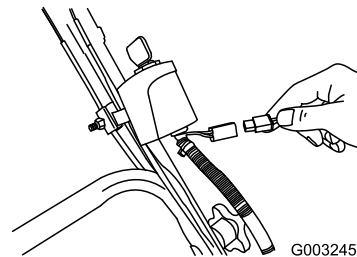

Figura 38
1. Collegate il caricabatterie al cablaggio preassemblato del tosaerba, sotto la chiave di accensione (Figura 38).